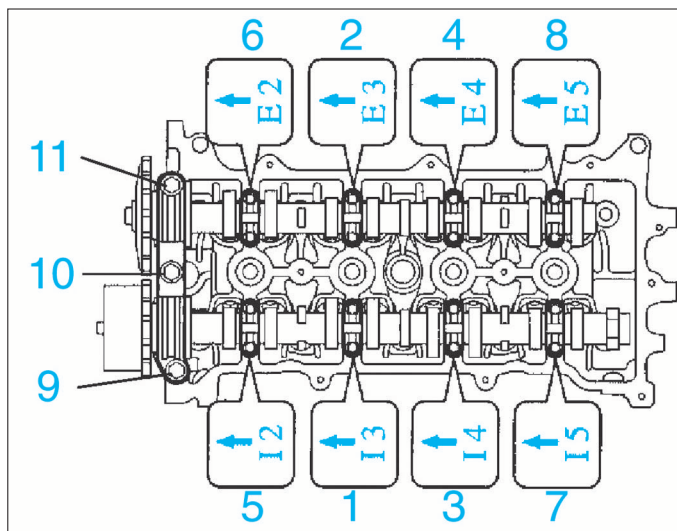

FIG. 63
- poser et serrer uniformément les vis des paliers d'arbres à cames, en plusieurs passes dans l'ordre illustré (fig. 63)
- Déposer les arbres à cames en desserrant uniformément les vis des paliers d'arbres à cames, en plusieurs passes dans l'ordre inverse illustré (fig. 63).